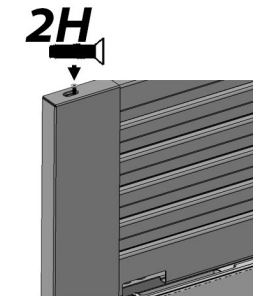

Fig. 26
- b. Fixez les vis 2H à la garniture supérieure (Fig. 26) et répétez pour le côté droit. **Serrez à la main seulement!**